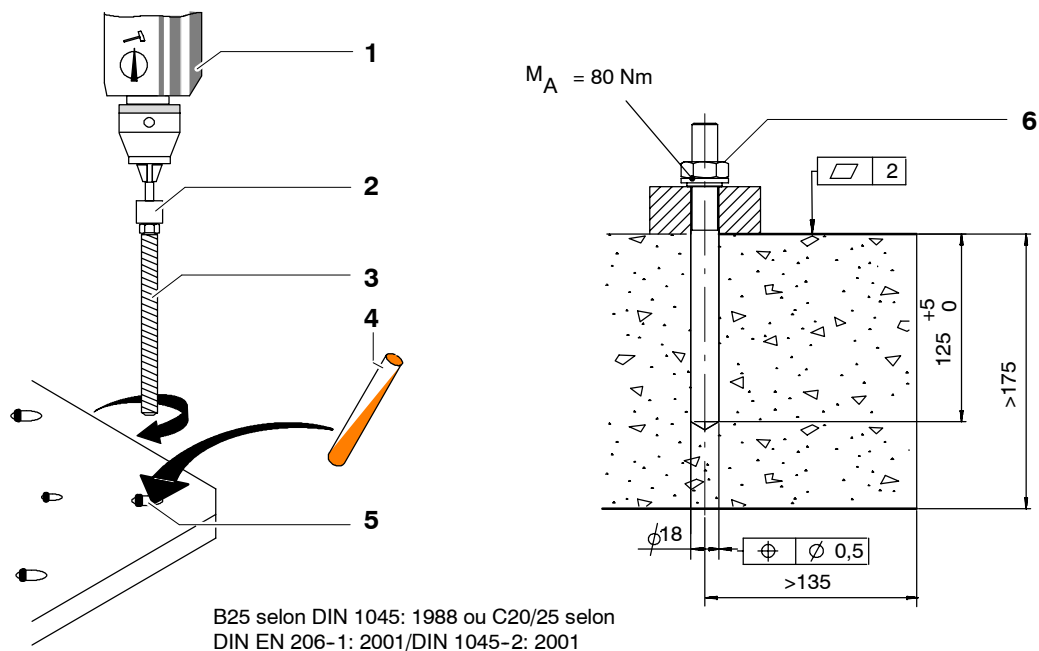

Fig. 61 Fixation du manipulateur, variante 1
- (11) Monter les douze cartouches de mortier (Fig. 61/4).
- (12) Pour chaque trou pour chevilles (5), monter une tige filetée (3). A cette fin, fixer l'outil de tassement (2) dans la perceuse (1). Monter la tige filetée pour l'introduire dans le trou pour chevilles, avec une vitesse max. de 750 min^{-1} de la perceuse. La tige filetée est en place, lorsque le mortier de collage a été correctement mélangé et que le trou pour chevilles dans le béton est rempli intégralement jusqu'aux bords. Si le trou pour chevilles n'est pas intégralement rempli, il faut immédiatement, à nouveau, retirer la tige filetée et monter une nouvelle cartouche de mortier.
- (13) Laisser durcir le mortier.